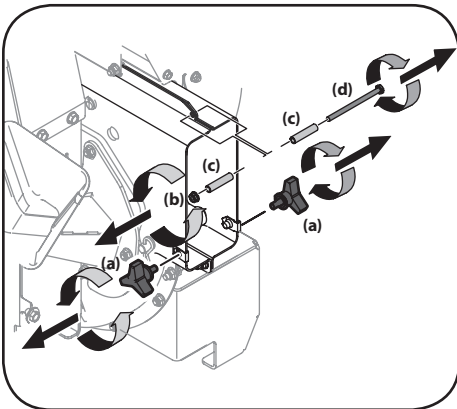

Figura 3-1
1. Saque las perillas a mariposa (a) de los costados de la caja inferior del motor. Vea la Figura 3-1.
2. Saque la tuerca de seguridad hexagonal (b), los separadores (c) y el perno hexagonal (d) de la parte superior de la caja del motor. Vea la Figura 3-1.